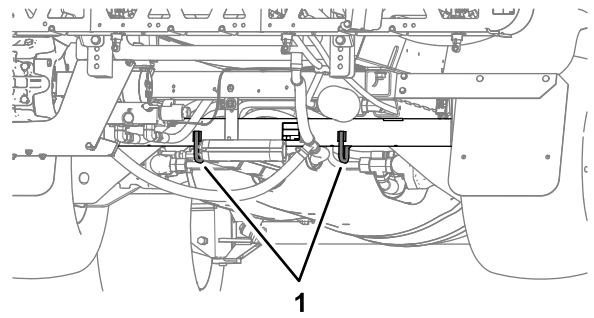
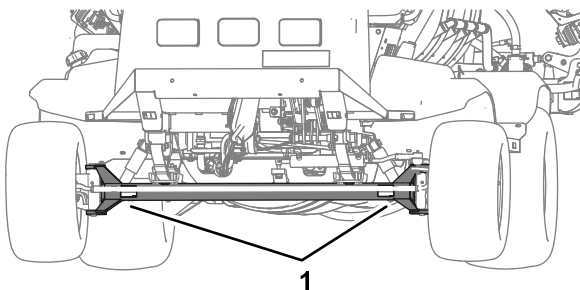

图 54
图 53
- 将机器牢固地栓系在运输车辆上; 图 53 和图 54 显示了机器的栓系点位置。